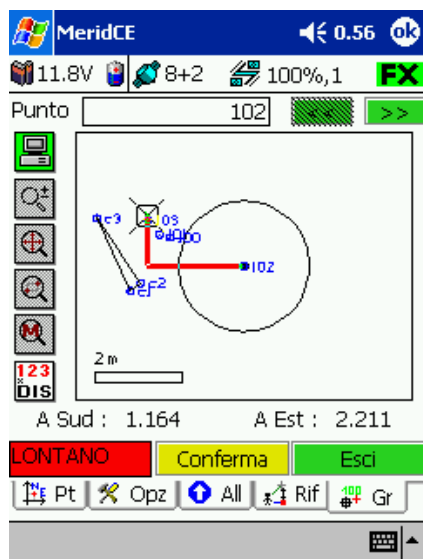

fig. 98
187. un'altra schermata per il tracciamento è la finestra GR , dove vengono mostrate graficamente le componenti per arrivare al punto anche in questo caso bisogna orientare il controller a NORD (fig. 98, 99, 100)
- I. **LONTANO** per distanza dal punto maggiore di 50 volte la tolleranza impostata, ad esempio tolleranza 0.03 m per distanze maggiori di $50 \times 0.03 = 1.5$ metri comparirà Lontano (fig. 98)